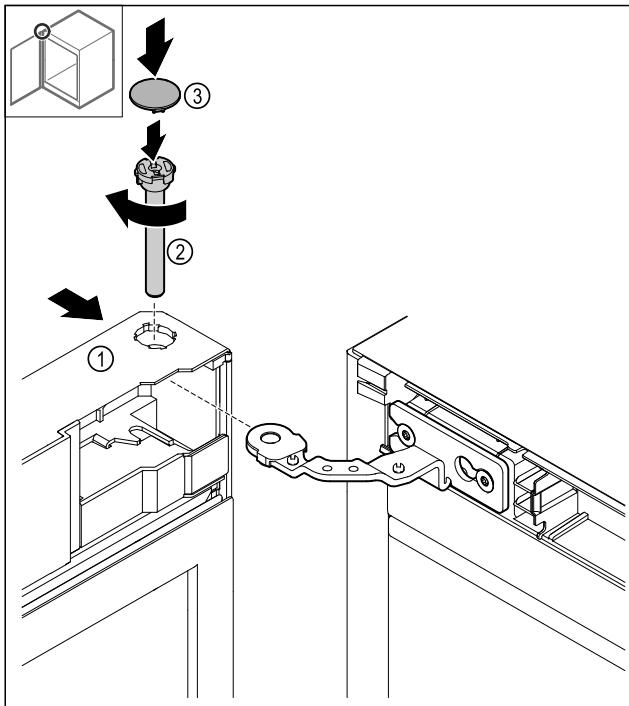

Fig. 47
- ▶ Пълзнете вратата Fig. 47 (1) отгоре върху пантата.
- ▶ Вкарайте болта Fig. 47 (2) и го затегните в посока на часовниковата стрелка.
- ▶ Нахлузете капака Fig. 47 (4).